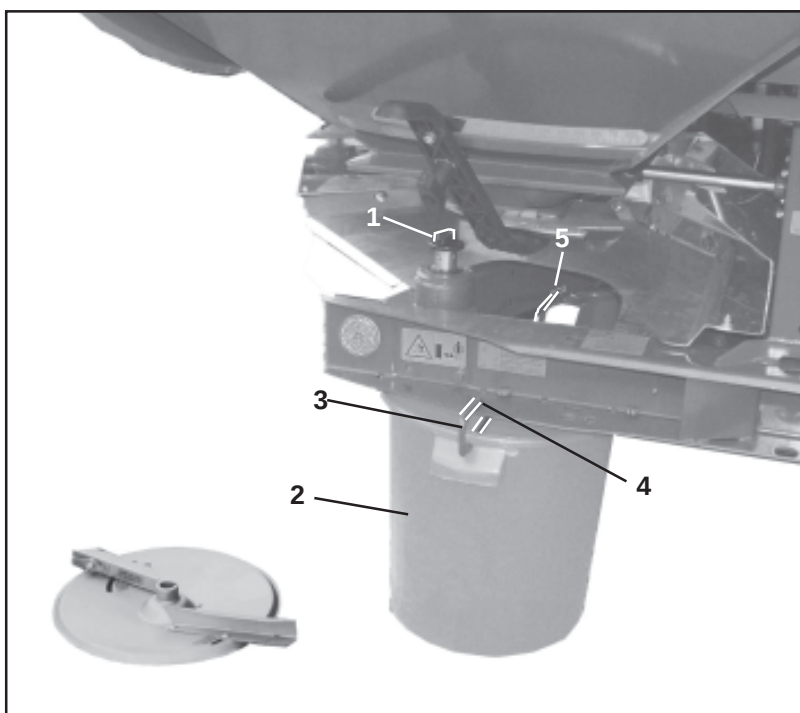

Fig. 7.7
- Lossa skruven (fig. 7.7/1) för den vänstra spridartallriken och ta av tallriken.
- Mättråget (Fig. 7.7/2) hängs med bygeln (Fig. 7.7/3) upp i urfräsningar i ramen (Fig. 7.7/4 och 7.7/5).